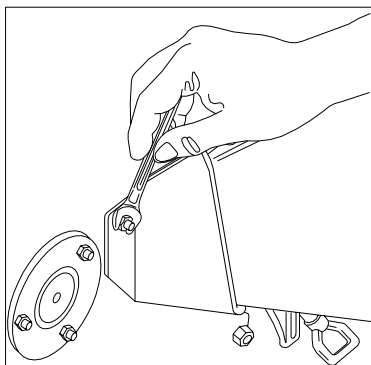

Fig. 12
- Oter la trémie latérale après avoir dévissé les 3 écrous comme indiqué fig. 12 .